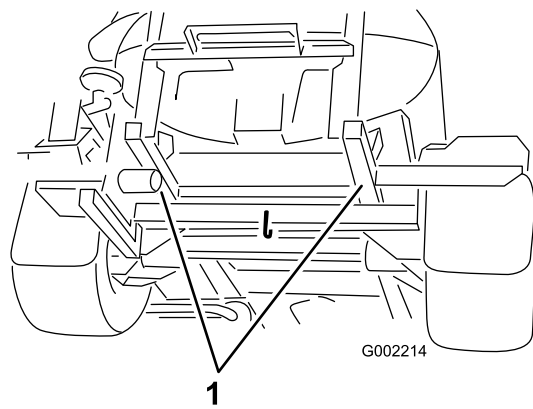

Figura 55
2. Ate um cabo de reboque ao chassis; consulte os pontos de reboque dianteiros e traseiros (Figura 54 e Figura 55).